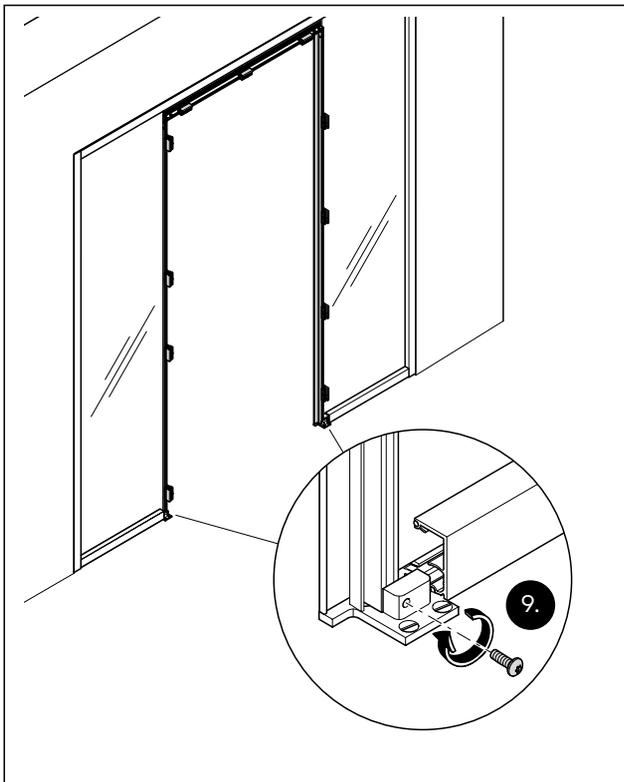

Abb. 34 Das Grundprofil für die Zarge mit den Zargenpositionierern verbinden
9. Die Zarge mit den Zargenpositionierern verbinden (Abb. 34).